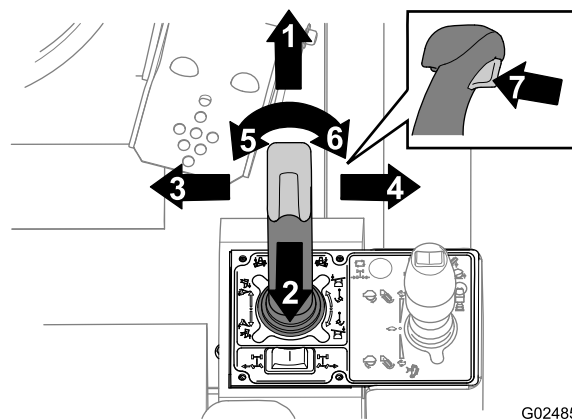
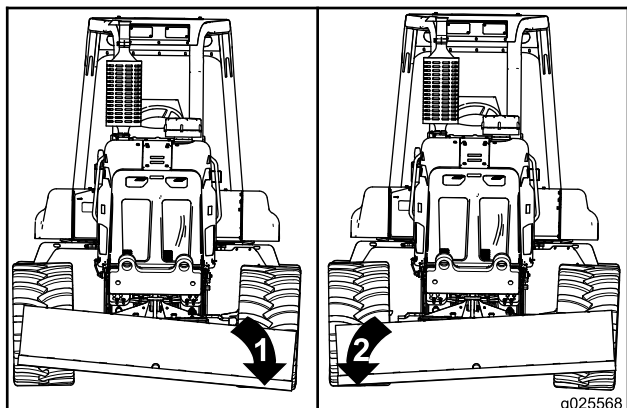
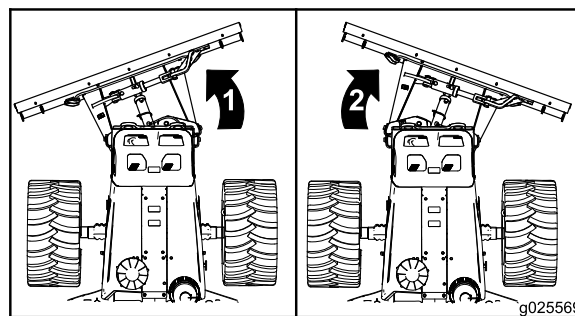

Figura 53
Figura 56
Figura 57
Utilizzate la lama livellatrice per spingere i detriti nel fosso. Potete controllare la lama livellatrice con il joystick lama livellatrice/lama vibrante. Utilizzate il joystick, il grilletto e l'interruttore per il pollice come illustrato in Figura 53.
- Per inclinare la lama livellatrice in basso verso sinistra, spostate il joystick a sinistra, verso di voi (Figura 53 e Figura 56).
- Per inclinare la lama livellatrice in basso verso destra, spostate il joystick a destra, lontano da voi (Figura 53 e Figura 57).
- Per angolare la lama livellatrice a sinistra, premete la metà sinistra del comando per il pollice (Figura 57).
- Per angolare la lama livellatrice a destra, premete la metà destra del comando per il pollice (Figura 57).
- Per trattenere la lama livellatrice, mantenete il joystick nella posizione Hold (folle) (Figura 53).
- Per far flottare la lama livellatrice, premete il grilletto (Figura 53).